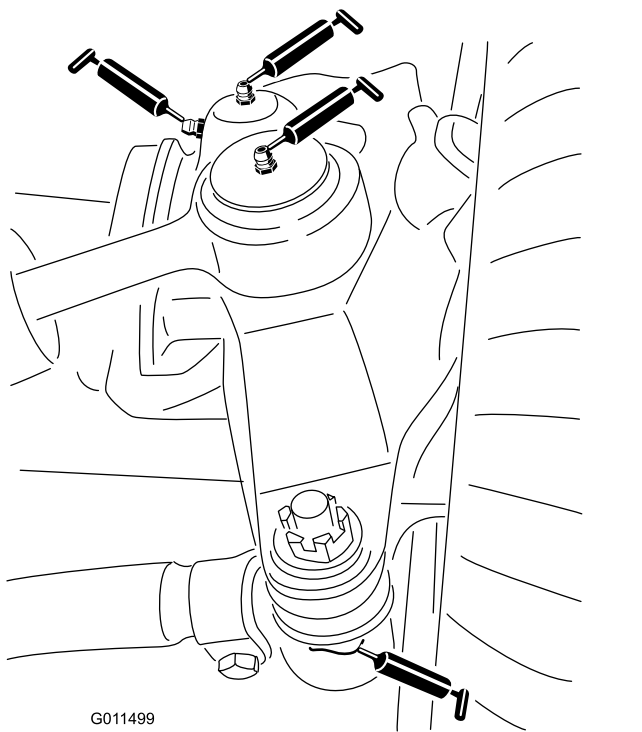

Figure 76
- 2 rotules de vérin de direction (Figure 76)
- 2 rotules de biellettes de direction (Figure 76)
- 2 bagues de pivots de fusées (Figure 76)